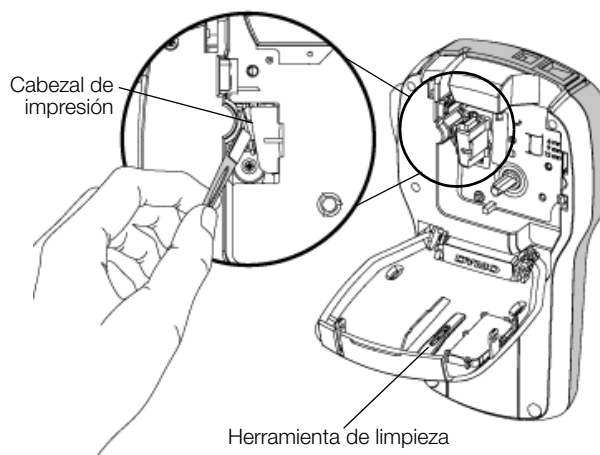

Ilustración 8
- 2 Extraiga la herramienta de limpieza del interior de la tapa del compartimiento de las etiquetas. Vea la Ilustración 8.
- 3 Limpie con cuidado la parte acolchada de la herramienta a través del cabezal de impresión. Vea la Ilustración 8.